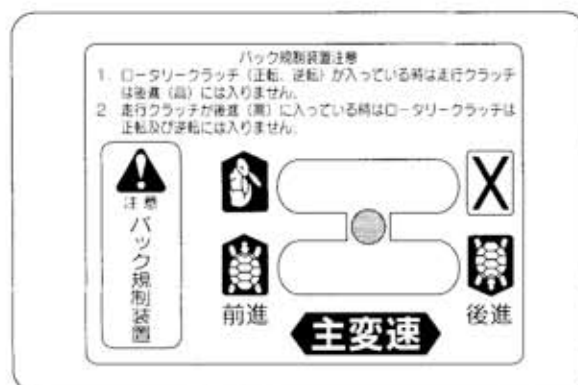

図6
- ② 主変速レバー（チェンジレバー）を「中立」位置にします。(図6)